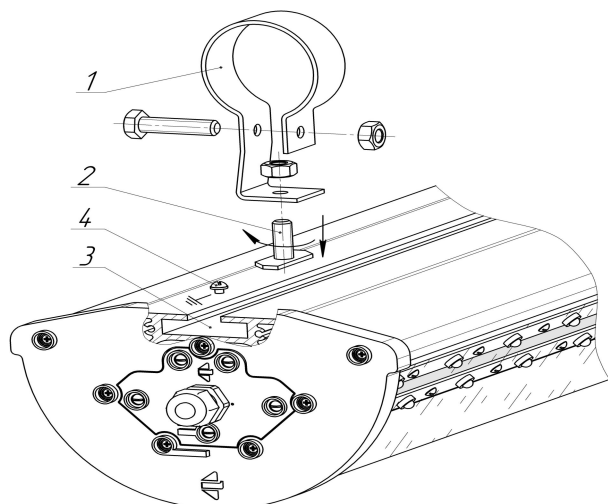

Рис.2 Крепление светильника
2.2.1 Монтаж светильника на опоры освещения и элементы металлоконструкций производить с помощью двух хомутов (см. рис.2 поз.1). Крепление хомутов к светильнику производить с помощью болтового соединения, где болт (рис.2 поз.2) устанавливается в Т-образный паз (рис.2 поз.3), выполненный в основании корпуса светильника и проворачивается на 90° до упора.
-подключение провода внешнего заземления производится к винту, расположенному на корпусе светильника (рис.2 поз.4) и имеющему маркировку « $\equiv$ ».